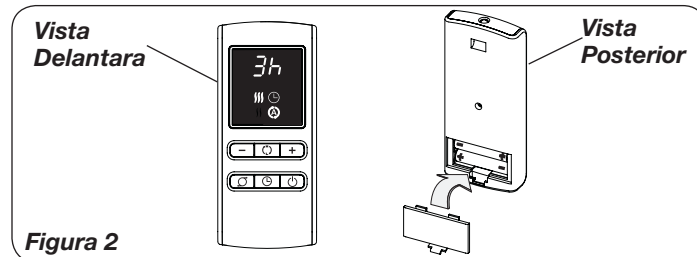

Figura 2
El Calefactor puede ser operado con los controles manuales ubicados en el Calefactor (como se muestra en la Figura 1) o mediante su control remoto (como se muestra en la Figura 2).
FUNCIÓN DE TEMPORIZADOR (Figura 2)
Todas las funciones ejecutadas con el control remoto trabajan idénticamente a los controles manuales, excepto aquellas para cambiar de velocidad alta (III) a baja (II). En el control remoto el botón (⏻) reemplaza el botón de MODO (Figura 2)